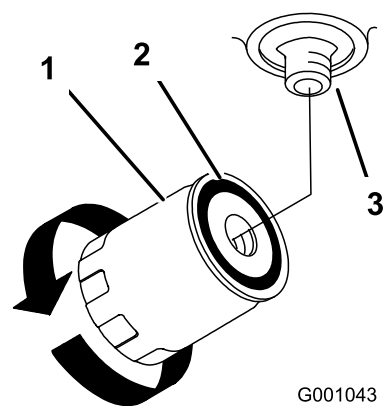

Figura 68
7. Aplique una capa fina a la junta de goma del filtro nuevo (Figura 68).
9. Llene el depósito de aceite hidráulico con aceite hidráulico hasta que éste rebose por encima del filtro, gire el filtro en el sentido de las agujas del reloj hasta que la junta de goma entre en contacto con el adaptador del filtro, luego apriete el filtro media vuelta más (Figura 68).